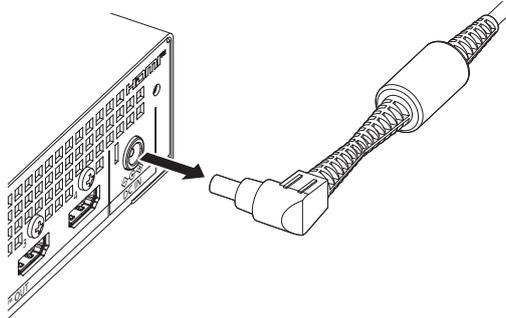

Fig. 2
- 2) **Rimuovere la spina (Fig. 2).**